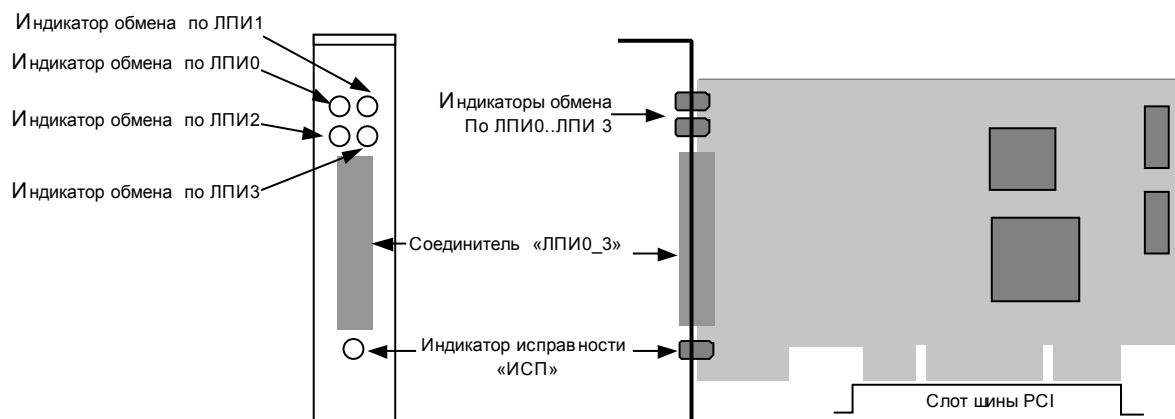

Рисунок 5. Внешний вид и способ установки УСМК 10 PCIx
- 2) установить устройство в свободный слот PCI компьютера в соответствии с ЭД на компьютер (*Рисунок 5*);